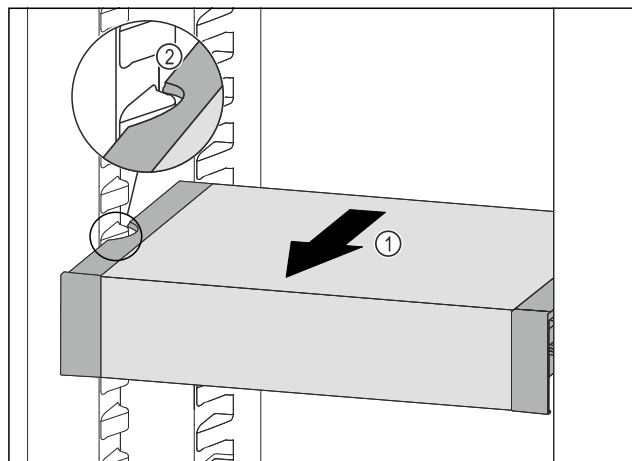

Fig. 136
- ▶ Вытягивайте VarioSafe вперед Fig. 136 (1), пока боковые выемки VarioSafe не окажутся на высоте выступа резервуара в холодильном отделении. Fig. 136 (2)